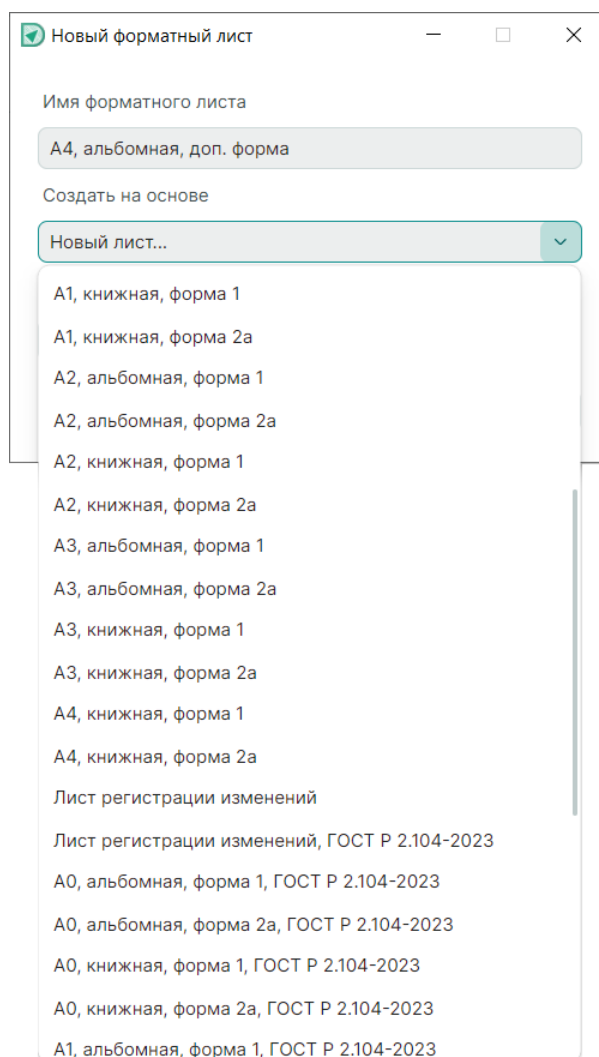

Рис. 78 Выбор исходного формата
4. Выберите исходные данные для создания нового шаблона листа с помощью выпадающего списка в пункте «Создать на основе», см. Рис. 78.